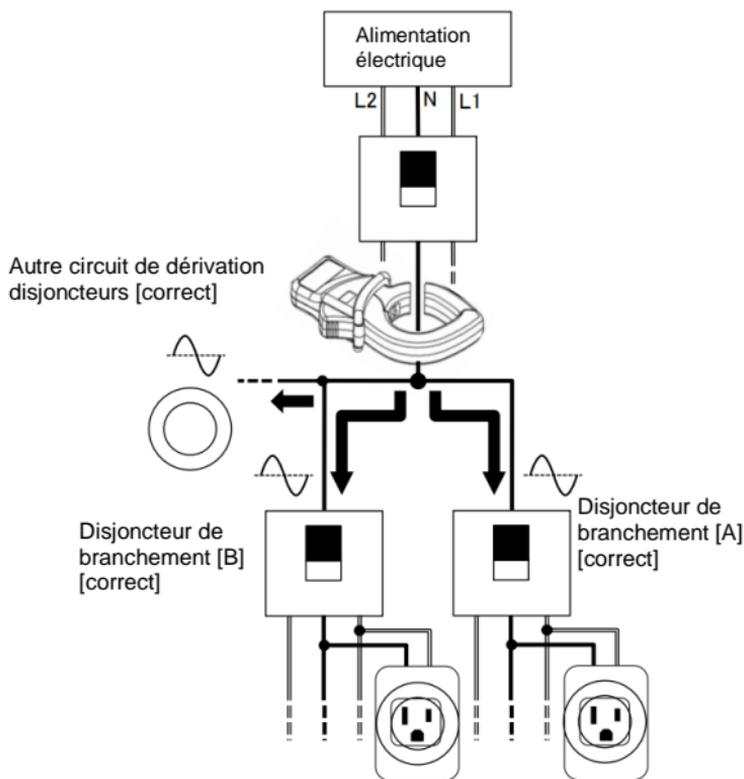

Fig. 6-16
- Lorsque la pince d'injection de tension d'essai est raccordée à proximité de la carte de distribution, KEW 4506 peut contrôler la sortie qui est câblée au disjoncteur de branchement [B] montré dans la figure 6-15 et juger comme "PASS" (correct); cependant, il n'est PAS recommandé de raccorder la pince d'injection de tension d'essai à la position indiquée dans la Figure 6-16.